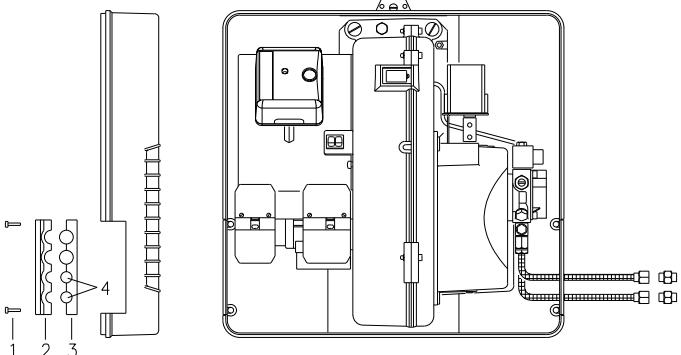

Fig. 17
- dévisser les vis 1)(Fig. 17), ouvrir la plaquette dans les parties 2)-3) et retirer la fine membrane qui recouvre les deux trous 4).